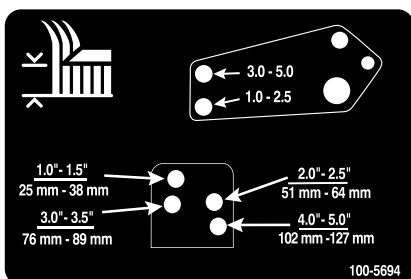

Рисунок 26
10. Совместите отверстия тяг демпферов с выбранными отверстиями кронштейнов высоты скашивания в раме деки газонокосилки, вставьте шплинтуемые штифты и зафиксируйте их игольчатыми шплинтами (Рисунок 26).